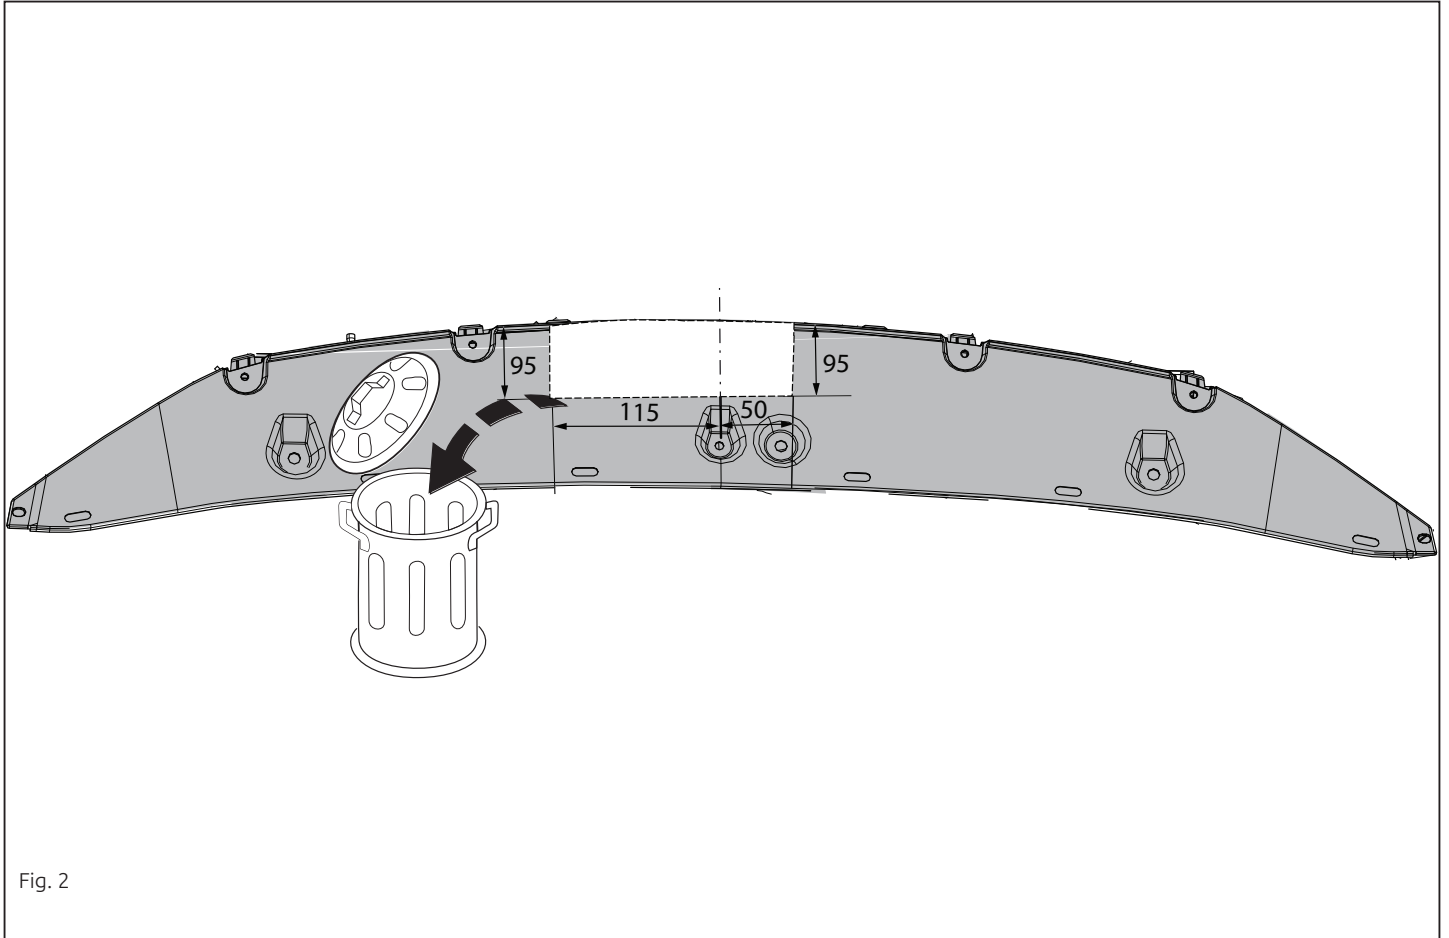

Fig. 2
6. Отпилить обозначенную часть, как указано на рис. 2.